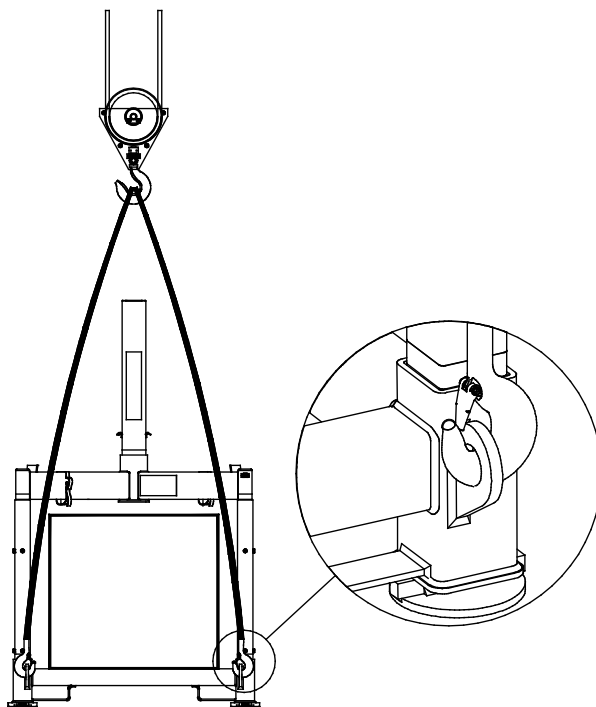

Abbildung 32. Anheben der gesamten Einheit für den Transport (Kran).
4. Das System ist ohne SkyReach anzuheben, siehe Abbildung 32. Verwenden Sie hierzu 4 Schlingen/ Ketten mit einer Mindest-Ladefähigkeit von 2000 kg/ Stück. Sämtliche Schlingen/Ketten müssen gleichlang sein, um das Kippen der Einheit beim Anheben zu vermeiden. Jede Schlinge muss an einer der Hebeösen befestigt sein, siehe Abbildung 32.